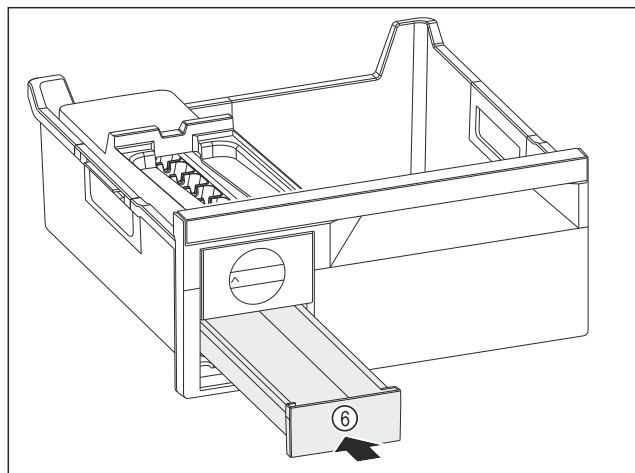

Fig. 87
- ▶ Sett inn isterningskuffen Fig. 87 (6).